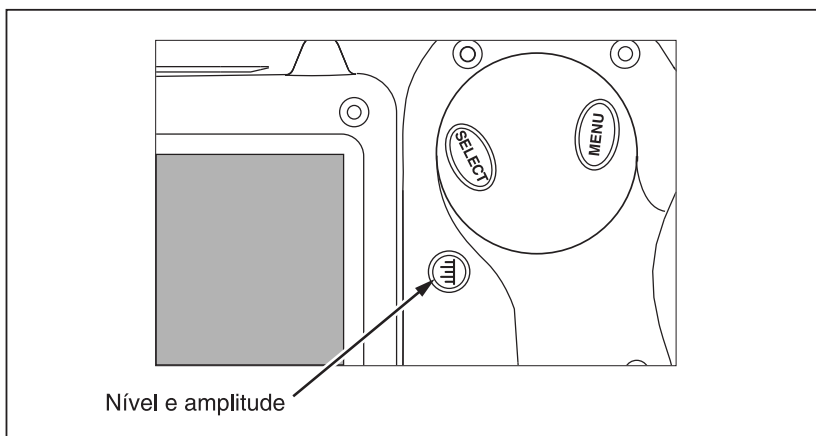

Figura 6. Ajuste do nível e amplitude
1. Pressione  conforme mostrado na Figura 6 para ajustar automaticamente o nível de temperatura e a amplitude da câmera.